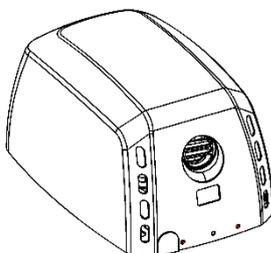

Abbildung 1
- Der Handrockner wird mit dem unverschraubten Gehäuse auf der Gerätegrundlage geliefert (Abb. 1).